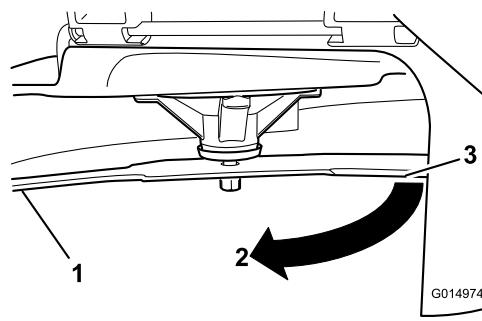

Bild 73
3. Zwischen Messer und Oberfläche gemessener Abstand (A)
4. Drehen Sie dasselbe Messer um 180 Grad, sodass die andere Schnittkante jetzt in derselben Stellung ist (Bild 73).